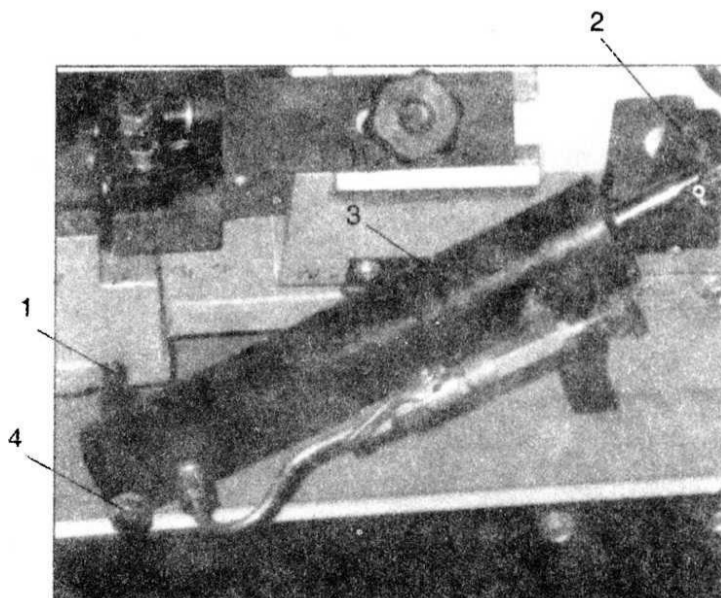

рис. 3
5. Вставьте цилиндрическую балку (1, рис. 3) в основание и затяните, вставьте цилиндр (3) в балку и затяните гайку (4). Вставьте винт (2) в цилиндр и затяните.